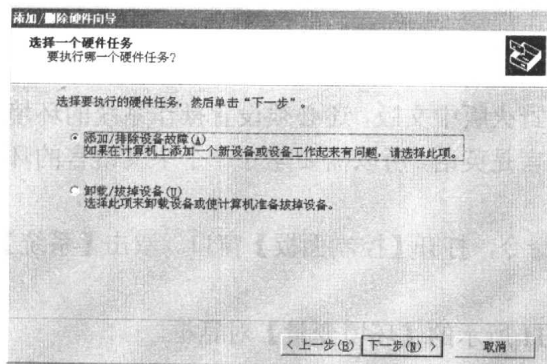
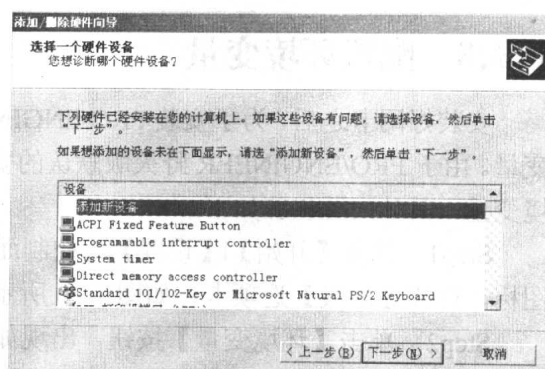

图 1-4 选中【添加/排除设备故障】单选按钮
图 1-5 【选择一个硬件设备】对话框
Step3 单击【下一步】按钮, 出现如图 1-4 所示的【选择一个硬件任务】对话框, 选中第 1 个单选按钮, 系统将进行新硬件的搜索。搜索完成之后, 出现如图 1-5 所示的【选择一个硬件设备】对话框。